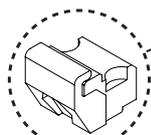

fig. 2
- 3º Con la placa rápida a escuadra con la lenta fijar el cable de sincronización (fig. 2).
Procedimiento de instalación en hoja de los guidores inferiores (fig. 1) y de los colgadores superiores (fig. 2).